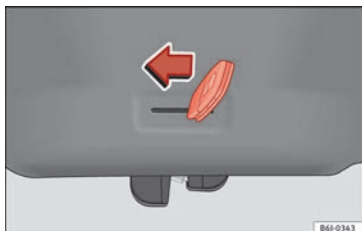

Fig. 6 Ouverture d'urgence du hayon arrière.
- Introduisez le panneton de la clé dans la rainure et déverrouillez le système de fermeture en faisant tourner la clé de droite à gauche, comme indiqué par la flèche » fig. 6.